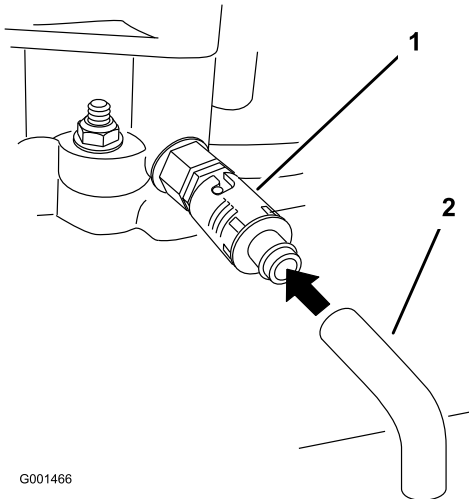

Figure 24
6. Placez un bac sous le flexible de vidange. Tournez le robinet de vidange d'huile pour permettre à l'huile de s'écouler (Figure 24).
- Enlevez le flexible de vidange (Figure 24).